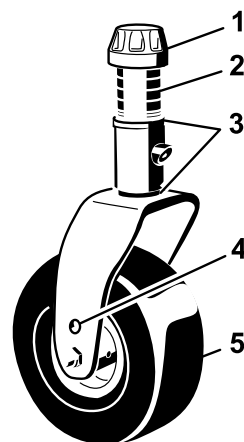

Bild 101
1. Entfernen Sie die Spannkappe von der Spindelwelle und ziehen die Spindel aus dem Laufradarm heraus (**Bild 101**). Stecken Sie die Beilagscheiben nach Bedarf um, um das Laufrad anzuheben oder abzusenken, bis das Mähwerk die korrekte Neigung erhalten hat.